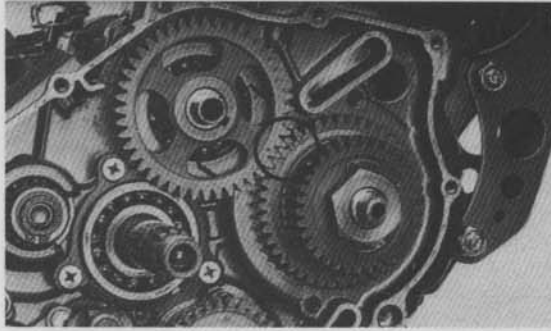

Bild 113
- Kurbelwelle verdrehen, bis Nutenstein eingespurt werden kann (Bild 113).